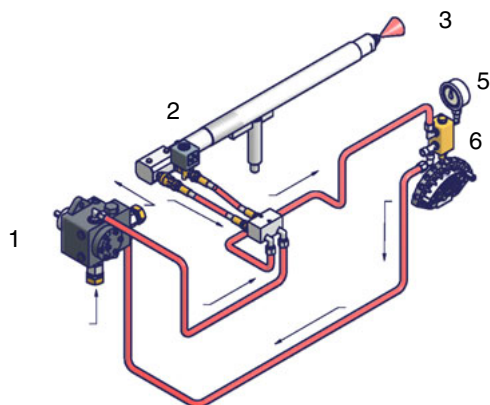

Рис. 28 - Большое пламя
- 1 После настройки горелки для работы на газе отключить горелку и выбрать работу на жидком топливе (OIL) с помощью селекторного переключателя SM (имеющегося на контрольной панели горелки - Рис. 28).